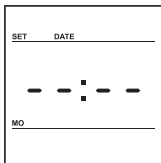

Рис. 2.
2. В случае отсутствия символов на дисплее нажмите и удерживайте клавиши 2 и 3 до тех пор, пока не появится заставка установки времени и даты «SET DATE» (см. рис. 2.). Установку времени и даты необходимо производить каждый раз после отключения прибора от сети.